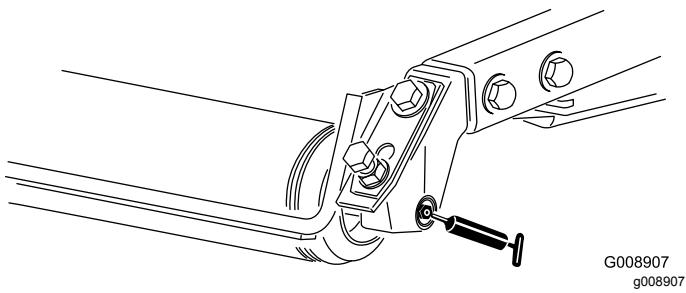

Figura 55
- Cuscinetti a rulli posteriori (2 per apparato di taglio)—Figura 55